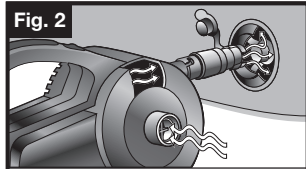

Fig. 2
- Attach adapter nozzle to inflation end of pump. Insert pump and turn on. (Fig. 2)
- Attacher l'embout à l'extrémité de gonflage de la pompe. Insérer l'embout puis mettre la pompe en marche. (Fig. 2)
- Una la boquilla al extremo de inflado de la boquilla de inserción y encienda. (Fig. 2)